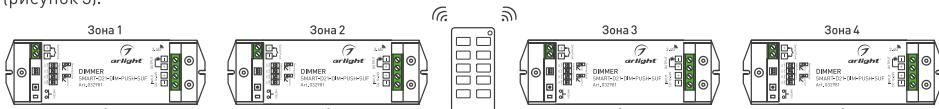

Рисунок 3. Вариант построения системы с 4-зональным пультом дистанционного управления
- 3.11. При использовании многозонных пультов ДУ или панелей можно построить разветвленную систему управления (рисунок 3).